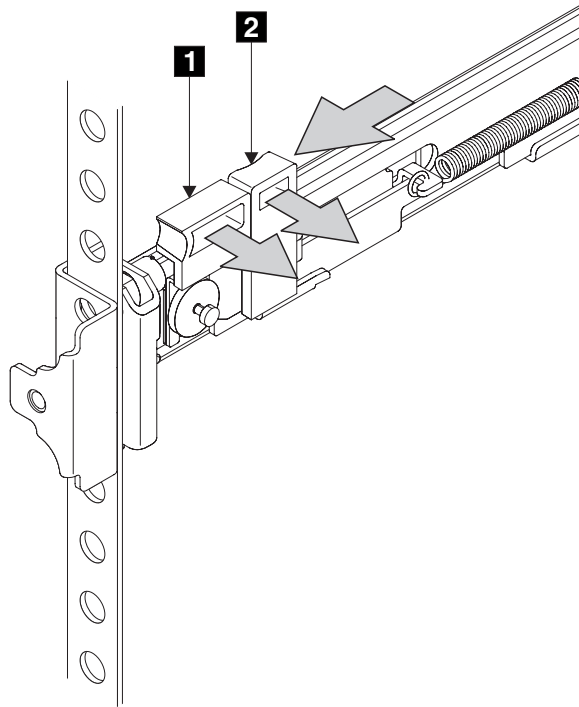

図 86. ラッチ・ロック・キャリア・アセンブリーを閉じる
8. ラッチ・ロック **2** (427 ページの図 86) をレールから押し出して、キャリアを解放します。ラッチ・ロック・キャリアがラックの前方向にスライドし、位置決めピンが、前部フランジの穴と前部レール・ブラケットの穴を通して突き出ます。